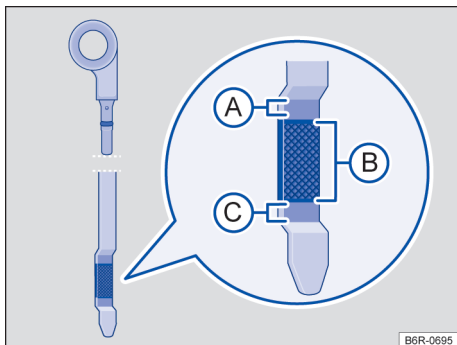

Fig. 151 Vareta de medição do óleo com marcas de nível do óleo do motor.
Em caso de alta demanda do motor, o nível do óleo do motor deve estar o mais próximo possível da área → Fig. 151 (A) – sem ultrapassar, como,
Legenda para → Fig. 151:
7. Retirar novamente a vareta de medição do óleo e ler o nível do óleo do motor na vareta de medição → Fig. 151 da seguinte maneira:
13. No final do processo de abastecimento do óleo, o nível do óleo do motor deve estar, ao menos, no meio da área → Fig. 151  **B**, mas jamais acima da área  **A** → .
- Não ligar o motor se o nível do óleo do motor estiver acima da área → Fig. 151  **A**. Procurar uma Concessionária Volkswagen ou uma empresa especializada. Caso contrário, o catalisador e o motor podem ser danificados! ▶
O nível do óleo do motor não deve em nenhuma hipótese ultrapassar a área → Fig. 151 (A). Com o nível acima dessa área, o óleo pode ser aspirado pela ventilação do cárter, sendo lançado na atmosfera pelo sistema de escape. Além disso, o óleo pode ser queimado dentro do catalisador, danificando-o.